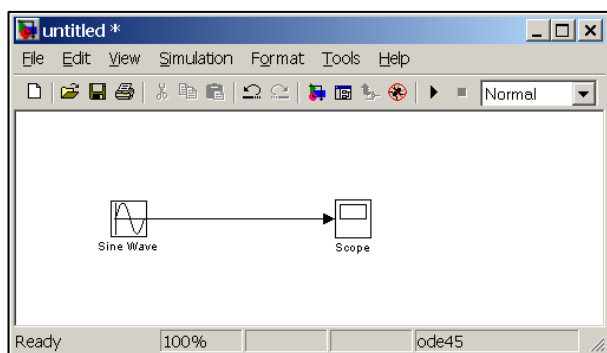

图 7.3 Simulink 模型窗口
(5) 用同样的方法打开接收模块库“Sinks”，选择其中的“Scope”模块(示波器)拖放到“untitled”窗口中。
(6) 在“untitled”窗口中，用鼠标指向“Sine Wave”右侧的输出端，当光标变为十字符时，按住鼠标拖向“Scope”模块的输入端，松开鼠标按键，就完成了两个模块间的信号线连接，一个简单模型已经建成。如图 7.3 所示。
- 在图 7.3 的 Simulink 模型窗口选择菜单 “File” → “New” → “Model” ， 或者单击工具栏的  图标。
- 在图 7.3 的 Simulink 模型窗口中选择菜单 “File” → “Open...” 或者单击工具栏的  图标打开文件。